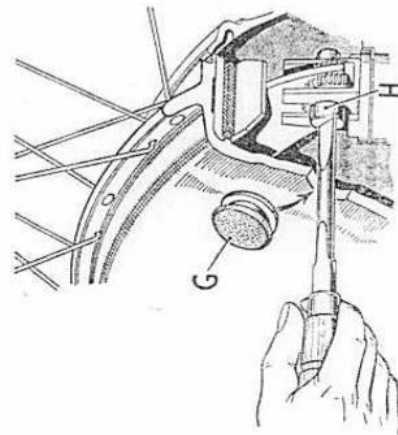

Fig. 25.
Desserrer le dispositif de réglage du câble au levier de guidon et extraire la rondelle (G) Fig. 25 de la coquille de moyeu. Faire tourner la roue jusqu'à ce que l'ouverture soit en face de la vis de réglage (H) et appliquer un tournevis à la tête de la vis. Le dispositif de réglage tourne avec une série de dé clics et il convient de la faire tourner dans le sens des aiguilles d'une montre jusqu'à ce que l'on ne puisse plus le faire tourner plus avant; la mâchoire sera alors entièrement appuyée contre le tambour. Dévisser alors le dispositif de réglage jusqu'à ce que la roue puisse tourner librement et que la mâchoire soit tout juste délogée du tambour. Faire tourner la roue d'un demi-tour et refaire ce réglage sur l'autre mâchoire. S'assurer que la roue tourne librement.